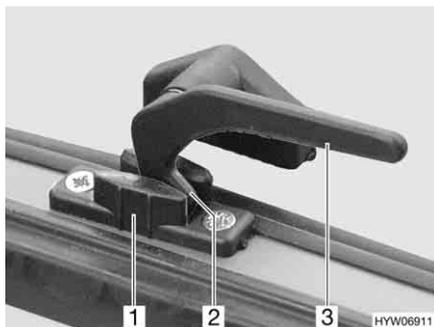

Fig. 42 Leva di serraggio (posizione "aerazione continua")
- In posizione di "Aerazione continua" (Fig. 42)
- Ruotare tutte le leve di serraggio (Fig. 42,3) di un quarto di giro verso il centro della finestra.
- Girare nuovamente all'indietro tutte le leve di serraggio. Riportare contemporaneamente il nasello di chiusura (Fig. 42,2) nella rientranza della chiusura della finestra (Fig. 42,1).